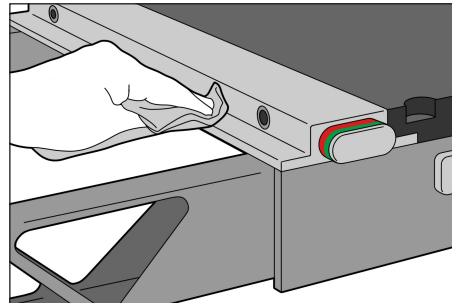

Abb. 2
2. Wischen Sie alle Staub- oder Schmutzpartikel von der Außenseite der Verriegelung ab. (Abb. 2).